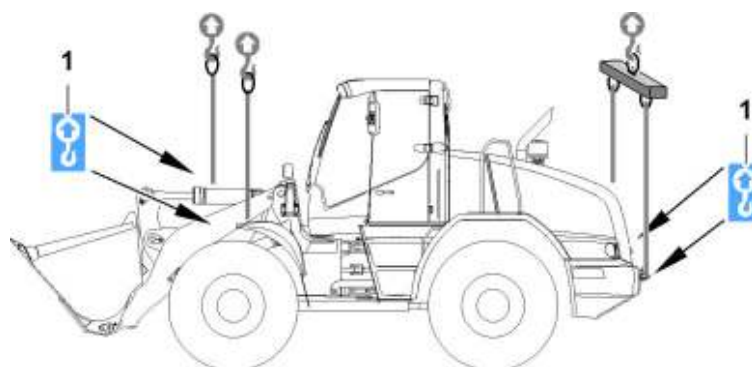

Fig. 251: Trasbordo della macchina con una gru
- ▶ Fissare l'imbragatura con la traversa di sollevamento, come raffigurato (vedere: fig. 251, pagina 216) sui punti di arresto e sollevamento 1 della macchina.